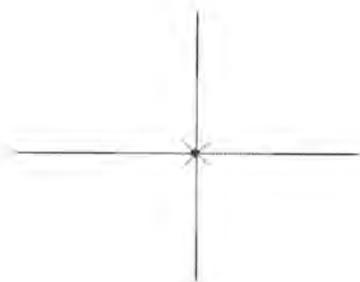

图 3-81 手工放置电气节点
(1) 执行放置电气节点的命令有 2 种方法:
(2) 放置电气节点。执行放置电气节点命令后, 光标变为“十”字形状, 并带有一个电气节点符号。移动光标到需要放置的位置处, 单击鼠标左键即可完成放置, 如图 3-81 所示。